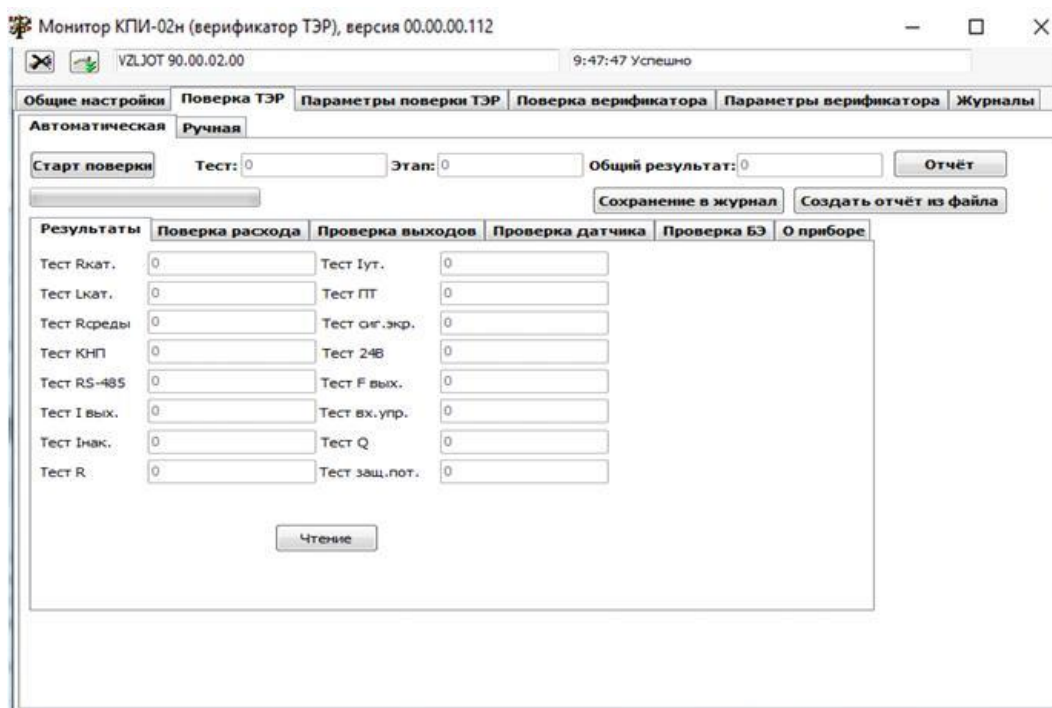

Рис.13. Вкладка «Поверка ТЭР».
В случае неудачного прохождения теста на индикаторе КПИ появляется сообщение об ошибке, например, (рис.13):
4.2.1. Поверка ТЭР при помощи программы «Монитор КПИ-02н» также может производиться как в автоматическом, так и в ручном режимах. Вкладка программы «Поверка ТЭР» приведена на рис.13.